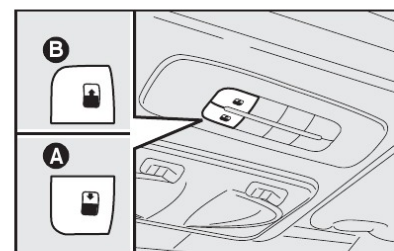

fig. 103
- atuar no botão **A-fig. 103** e fechar completamente o teto solar através do procedimento manual;
- pressionar o botão **A-fig. 103** até que sejam ouvidos dois ruídos ("clac");
Acionar o botão **B-fig. 103** que permite duas modalidades de abertura do vidro móvel (dianteiro).
Acionando o botão **B-fig. 103**, de completamente fechado, o vidro dianteiro passa à posição de spoiler; um segundo acionamento leva o vidro à posição de máximo conforto (menor ruído aerodinâmico); um terceiro acionamento levará o vidro à posição de máxima abertura. Depois do acionamento inicial de abertura, o vidro poderá ser parado em posição intermediária apertando novamente o botão.
Pressionando o botão **B-fig. 103**, de completamente fechado, o vidro anterior se move e para quando o botão **B-fig. 103** é novamente pressionado. Com pressões sucessivas do botão, sempre no mesmo intervalo de tempo, o vidro se moverá até alcançar a posição de máxima abertura. Esta função permite
Da posição de abertura em que se encontra, pressionar o botão **A-fig. 103** e, mantê-lo pressionado por mais de meio segundo, o vidro anterior do teto solar se fechará automaticamente até a posição "spoiler". Pressionando novamente o botão **A-fig. 103** por mais de meio segundo, o vidro dianteiro se fecha completamente.
Assegurar-se que o vidro seja completamente fechado e, caso não ocorra o fechamento, acionar o botão **A-fig. 103** novamente.